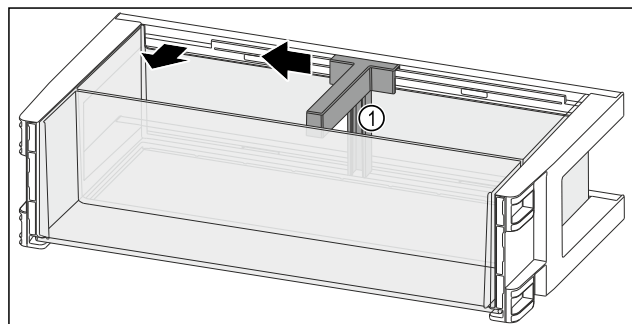

Fig. 90
- ▶ Przesunąć uchwyt butelek Fig. 90 (1) na bok do zagłębienia.
- ▶ Wyjąć uchwyt butelek Fig. 90 (1).